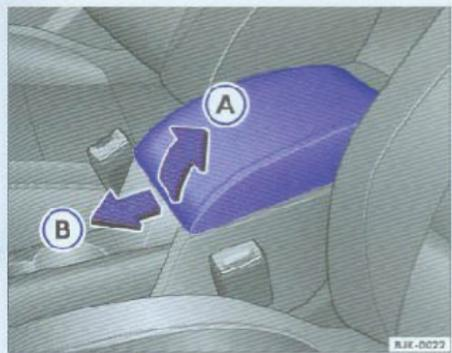

图52 前排中间扶手
- 沿图示箭头 **A** 的方向上提扶手 ⇒ 图52，直至其卡在所需位置。